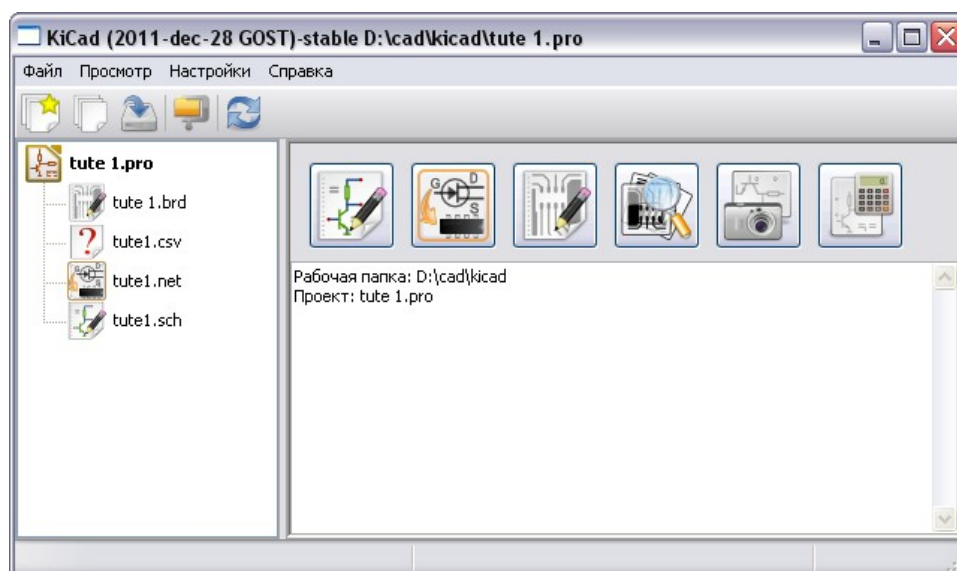

Рисунок 2 Главное окно менеджера проектов KiCad
1. Под Windows запустите kicad.exe. Под Linux введите kicad на вашем терминале. Сейчас вы находитесь в главном окне менеджера проектов KiCad (Рисунок 2). Отсюда вы имеете доступ к шести автономным программным инструментам: EESchema, CVpcb, PCBnew, GerbView, Bitmap2Component и PCB Calculator.